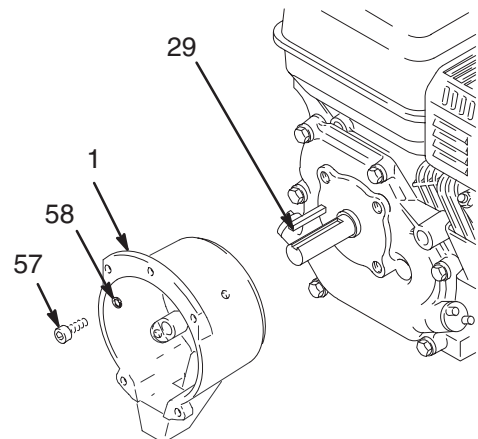

Fig. 22
1. Fig. 22. Saque los cuatro tornillos de cabeza (57) y las arandelas de seguridad (58) que sujetan el cárter (1) al motor.
2. Saque la chaveta del motor (29).
3. Saque el cárter (1).